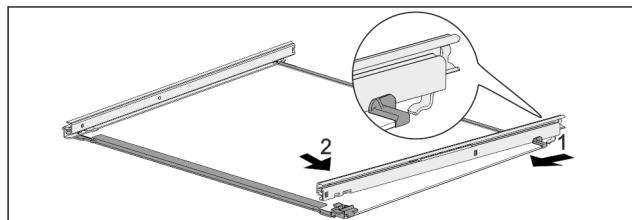

Fig. 126 Стеклянная пластина с направляющими
- ▶ Зашептите направляющую сзади. Fig. 126 (1)
- ▶ Зашелкните направляющую спереди. Fig. 126 (2)